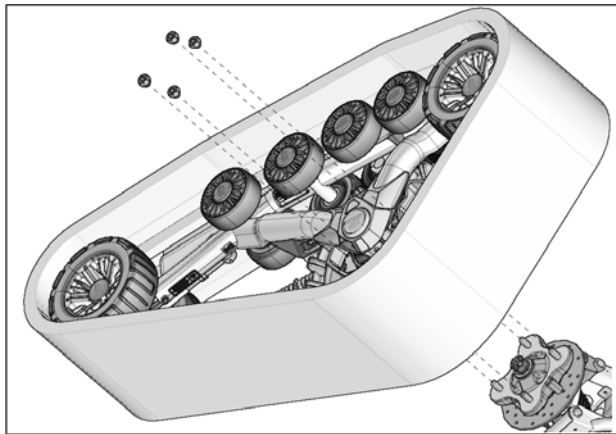

Fig. 10
6. Au moyen des écrous de roue d'origine du véhicule, boulonner chaque système de traction au moyen de roue avant. La marche à suivre et les précautions sont les mêmes qu'à l'arrière. Voir la Fig. 10
9. Fixer le système de traction au moyen de roue arrière. Utiliser les écrous de roue d'origine du véhicule. Voir la Fig. 10